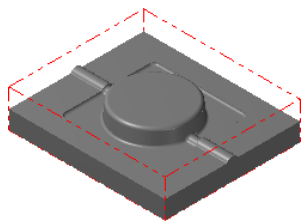

图 12.3 显示工件
Step4. 单击“机器群组属性”对话框中的 按钮, 完成工件的设置。此时零件如图 12.3 所示, 从图中可以观察到零件的边缘多了红色的双点画线, 双点画线围成的图形即为工件。